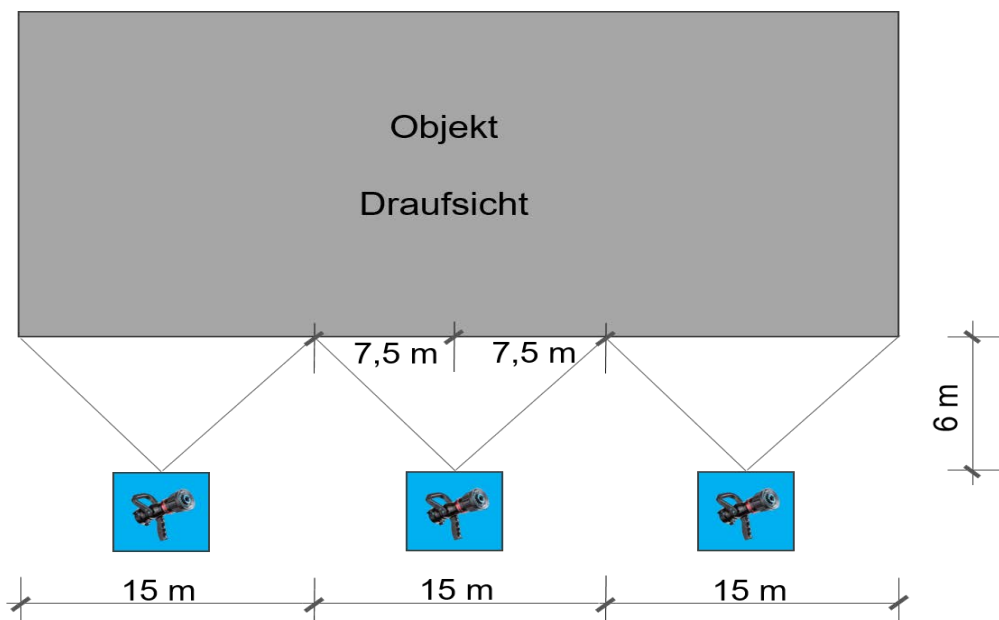

Bild 2: Zeichnerischer Nachweis der Entwicklungsflächen für den B-Rohr-Einsatz im Lageplan
- Entwicklungsflächen für den B-Rohr-Einsatz Abstand von 6 m von der Fassade. Ausgehend von dieser Entwicklungsfläche kann von einer horizontalen Abdeckung der Fassade von 7,5 m in jede Richtung ausgegangen werden (siehe Bild 2)